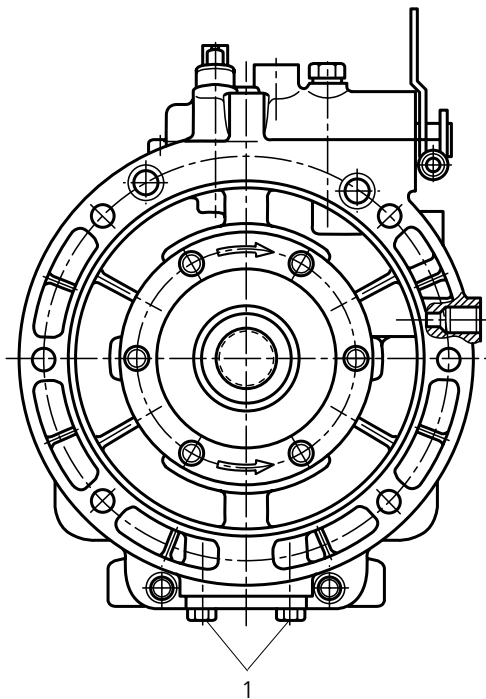

Fig. V-3
2.3.2 Lock filter cover in place by screwing in bolts. (fig. V-3)
2.3.2 Bloccare il coperchio nella sua sede avvitando le viti (1) (fig. V-3).
2.3.2 Installer le couvercle en tournant les vis (1). (fig. V-3)
2.3.2 Ölfilter in das Gehäuse einsetzen und mit Schrauben(1) festziehen. (Bild V-3)